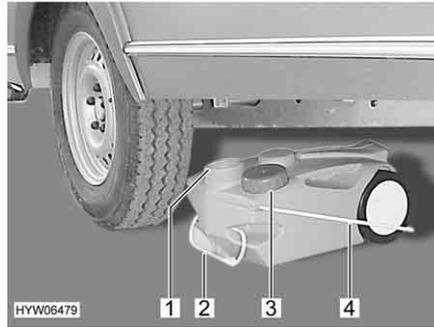

Bild 150 Abwassertank, fahrbar
- Öffnung des Abwassertanks (Bild 150,1) mit dem Deckel (Bild 150,3) schließen.
- Den Abwassertank am Griff (Bild 150,2) herausziehen.
- Tragegriff (Bild 150,4) nach oben klappen und Abwassertank aufstellen.